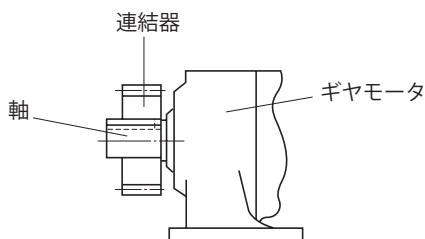

図 J15
- スプロケットやギヤの荷重作用点が軸中央よりギヤモータ側へくるようにしてください。(図 J15 参照)